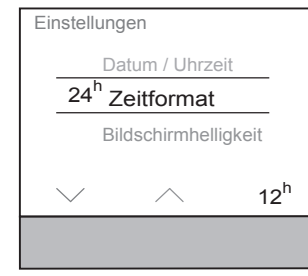

Bild 11: Einstellung Zeitformat
Das Zeitformat wechselt von der 24h in die 12h Anzeige. In der Funktionszeile (8) erscheint das 24h, um wieder in die 24h Anzeige zurückzuschalten zu können (Bild 11).